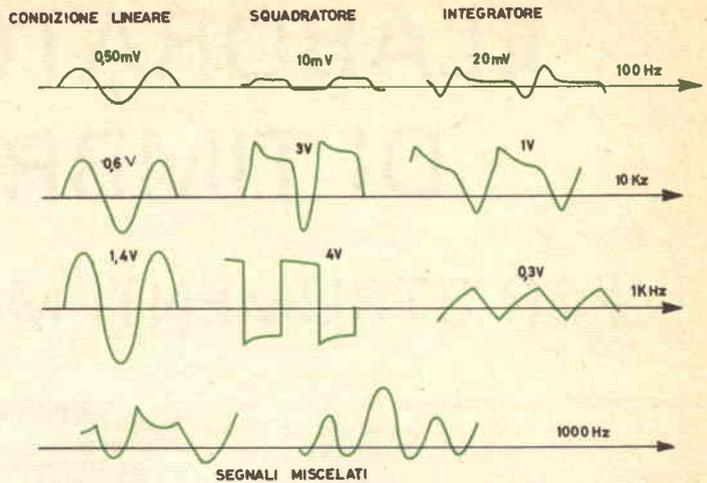

Fig. 2 - Forme di segnale.
**ANALISI DEI RISULTATI** - I risultati della miscelazione dei segnali elaborati sono illustrati dai diagrammi della fig. 2. Si fa riferimento, in ingresso, ad un segnale (sinusoidale) di frequenza variabile e con ampiezza costante di 50 mV. Si noti come le uscite elaborate siano naturalmente attenuate nelle frequenze più basse, per evitare effetti sgradevoli anche con regolazioni sbagliate sulla miscelazione. Nella stessa figura sono riportati due esempi di una elaborazione di un segnale puro a 1000 Hz.